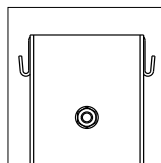

Bild 5.3.f
- E. Montieren Sie einen Montagerahmen am anderen L- Ständer mit 3x Bolzen M8x50mm. Siehe Bild 5.3.f.